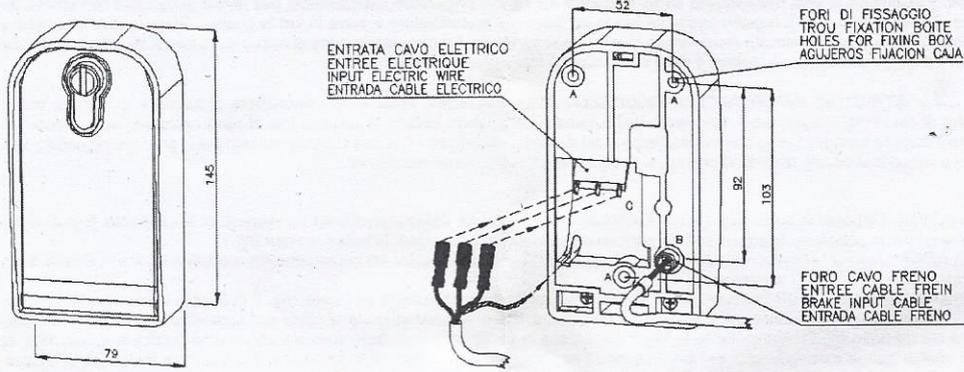
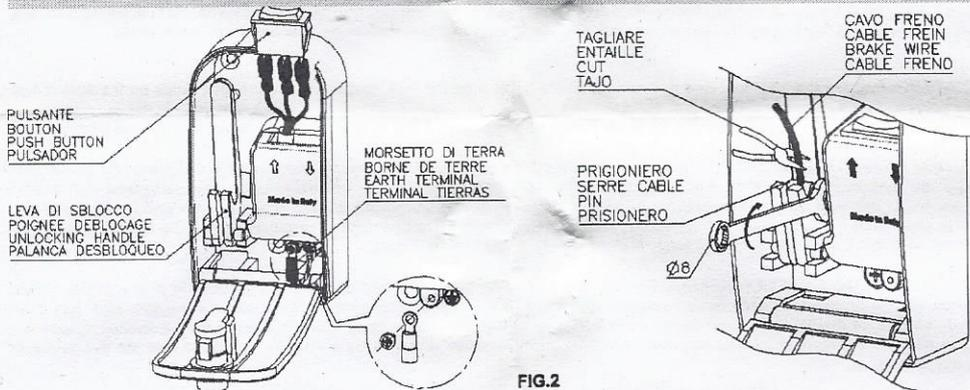
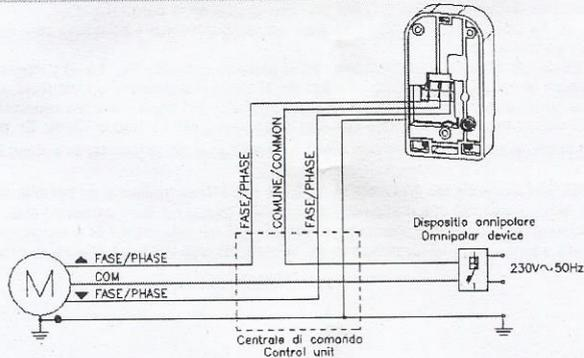

FIG. 1
FIG. 2
FIG. 3
**PREPARAZIONE:** Predisporre l'uscita dei cavi elettrici e del cavo di sblocco dal muro, rispettando gli appositi ingombri del blindino. Eseguire i tre fori di fissaggio per avvitare il blindino alla parete (fig.1)
**INSTALLAZIONE:** Togliere dalla sede il pulsante (fig.2). Eseguire i collegamenti elettrici come mostrato in fig. 3; Bloccare il terminale di terra nell'apposita sede (fig. 2).
**COLLEGAMENTO DELLO SBLOCCO:** Inserire il cavo dello sblocco nell'apposita sede (fig. 1 e 2) e inserire il cavo metallico nel foro della leva. Posizionare la leva nell'apposita sede. Applicare sul cavo il prigioniero accostandolo alla leva e serrandolo con chiave da 8mm (fig. 2). Agire sulla vite di registro posta sul fondo del freno del motoriduttore e porre in tiro la guaina. Tirare la leva e verificare che il motoriduttore venga sbloccato movimentando a mano la serranda. Se necessario agire di nuovo sulla vite di registro o sulla vite d'arresto. Verificare il serraggio e tagliare il cavo in eccedenza (fig. 2).
**PREPARATION:** Disposer la sortie des câbles électriques et du câble de déblocage du mur en respectant les espaces prévus à cet effet sur le corps du sélecteur. Réaliser les trois perforations de fixation pour visser le boîtier au mur (fig.1).
**INSTALLATION :** Retirer le bouton poussoir de son emplacement (fig.2). Effectuer les raccordements électriques comme illustré dans la fig.3; bloquer la borne de terre dans son siège (fig. 2).
**RACCORD DU DISPOSITIF DE DEBLOCAGE :** Placer le câble de déblocage dans son siège (fig. 1 et 2) et le câble métallique dans le trou du levier. Mettre maintenant le levier à son emplacement. Placer le prisonnier sur le câble en l'approchant du levier et le serrer avec une clé de 8mm (fig.2). Manipuler le tendeur placé dans la partie arrière du frein du motoreducteur et tendre la gaine. Tirer le levier et vérifier que le motoreducteur est bien débloqué en bougeant manuellement la fermeture. S'il n'est pas tout à fait débloqué, manipulez à nouveau la commande ou le prisonnier. Vérifier le serrage et couper la partie excédentaire du câble (fig. 2).
**PREPARATION:** Prepare the electrical wire and release cable outlet from the wall, respecting the preset spaces on the switch box. Drill three holes to fix the casing to the wall (fig. 1).
**INSTALLATION:** Remove the push button (fig. 2). Hook up the electrical connection as shown in fig. 3; attach the ground terminal to its place (fig. 2).
**CONNECTING BRAKE UNLOCK CABLE:** Insert the release cable into its slot (fig. 1 and 2) and insert the metallic cable in the lever hole. Move the lever to its place. Place the set screw on the cable and approach it to the lever. Tighten the set screw with a 8mm wrench. Move the tightener on the back side of the motoreducer brake and tighten the sheath. Pull the lever and move the device manually to check that the motoreducer is unlocked. If the motoreducer were not completely unlocked, adjust the tightener or the set screw. Make sure that it has been tightened firmly and cut off any excess cable (Fig.2).
**PREPARACION:** Preparar la salida de los cables eléctricos y del cable de desbloqueo de la pared, respetando los espacios previstos en el cuerpo del selector. Realizar los tres agujeros de fijación para atornillar la caja en la pared (fig. 1).
**INSTALACION :** Sacar el pulsador de su alojamiento (fig. 2). Effectuer les raccordements électriques comme illustré dans la fig.3 ; bloquer la borne de terre au pivot en aluminium (fig.2).
**CONEXIÓN DEL DESBLOQUEO:** Introducir el cable de desbloqueo en el espacio al efecto (fig. 1 y 2) e insertar el cable metálico en el agujero de la palanca. Colocar ahora la palanca en su lugar. Aplicar en el cable el prisionero acercándolo a la palanca y apretarlo con una llave de 8mm (fig.2). Actuar sobre el tensor colocado en la parte posterior del freno del moto reductor y poner en tensión la funda. Tirar de la palanca y verificar que el moto reductor esta desbloqueado moviendo a mano el cierre. En el caso que no este del todo desbloqueado, vuelva a actuar sobre el registro o sobre el prisionero. Verificar el cierre y cortar el exceso de cable (Fig.2).